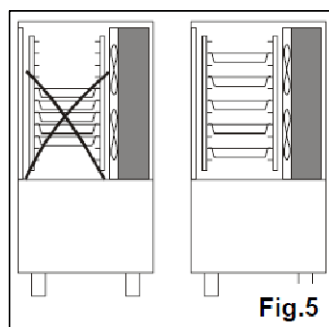

Fig.5
- * No caso de carga parcial do equipamento; distribuir as bandejas/cubas de forma equidistantes evitando assim compartimentações. (Fig.5)